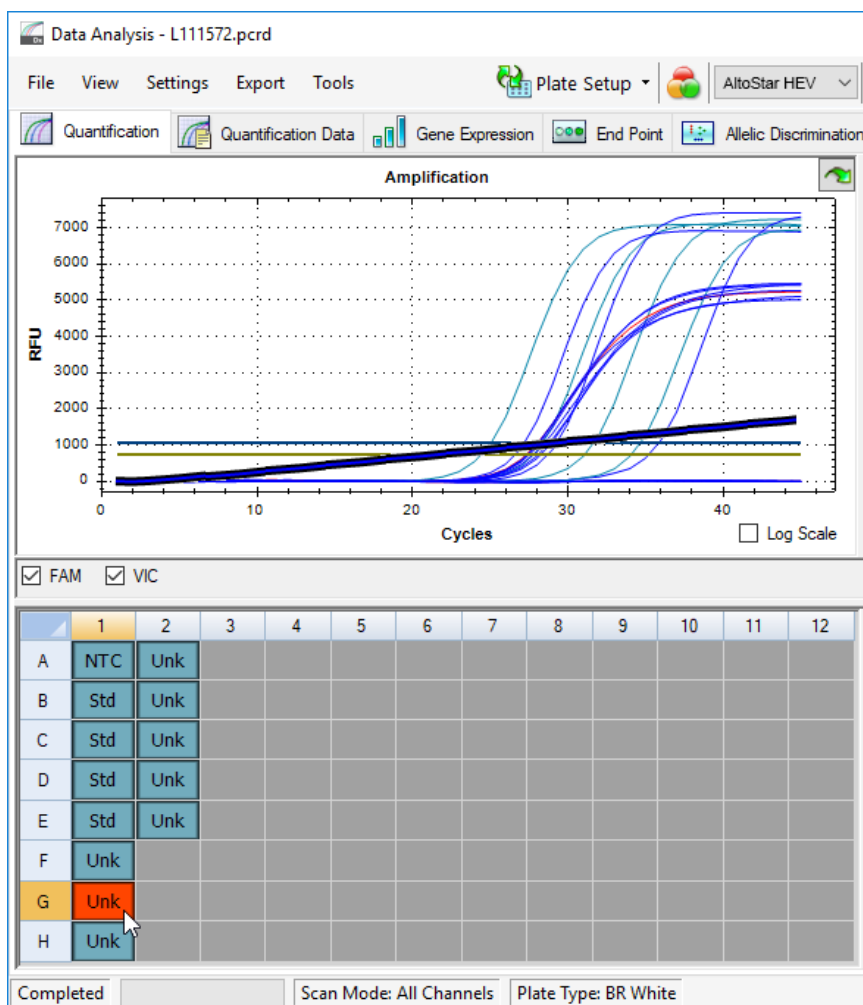

Figure 6: Fenêtre Data Analysis (Analyse des données) : signal PCR irrégulier
- Identifiez les puits présentant des signaux PCR irréguliers (augmentation linéaire du signal, pics de signal, etc.) dans l'un des canaux de détection FAM™ (cible HEV) et VIC™ (IC) (voir la figure 6).